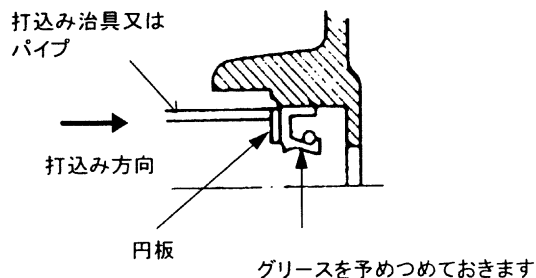

図8 オイルシール組込方法
- (1) 組込みの際は、図8のように円板をオイルシールに当て打込治具または、パイプで押してオイルシール嵌合穴に打込んでください。